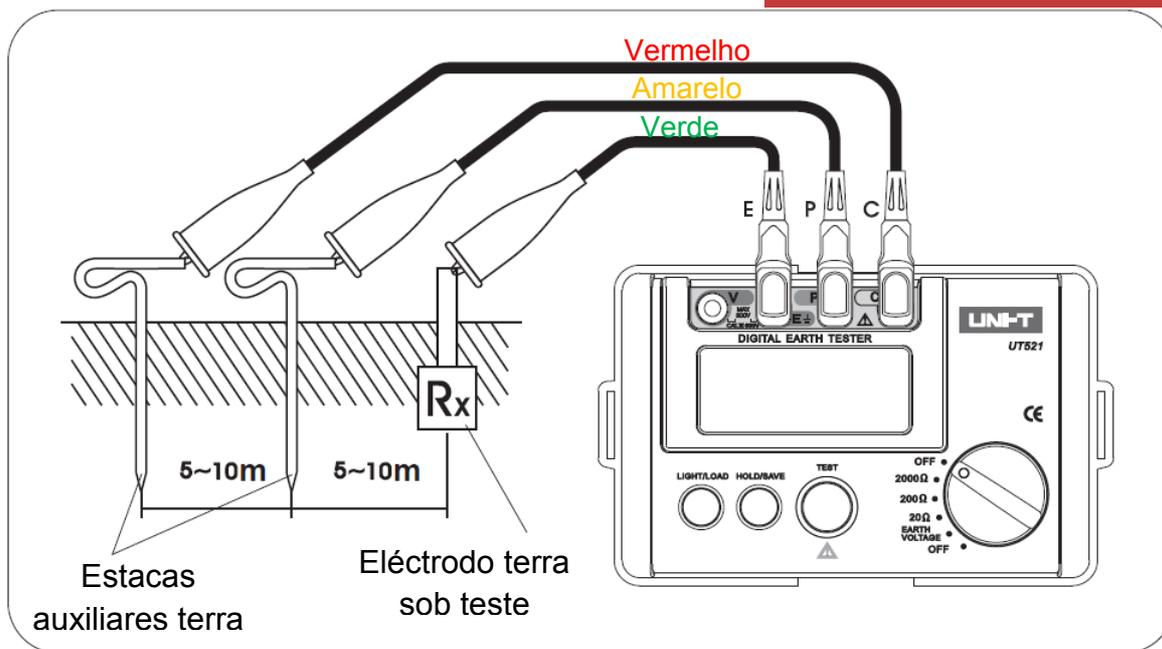

Figura 2
- a) Coloque as duas estacas de terra na terra/chão. A distância mínima entre o eléctrodo de terra (E), a sonda (P) e auxiliares de terra (C) deve ser 5-10 metros de distância, conforme a ligação na figura 2: